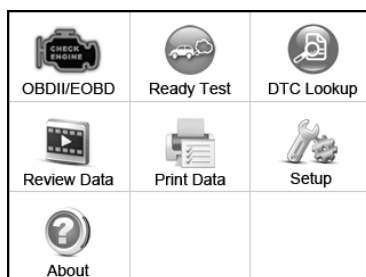

Figura 6.1
- Utilice el botón de desplazamiento **arriba / abajo** y botón de desplazamiento **IZQUIERDA / DERECHA** para seleccionar **prueba lista** de la **pantalla principal** (Figura 6.1), y oprima la botón **OK**.